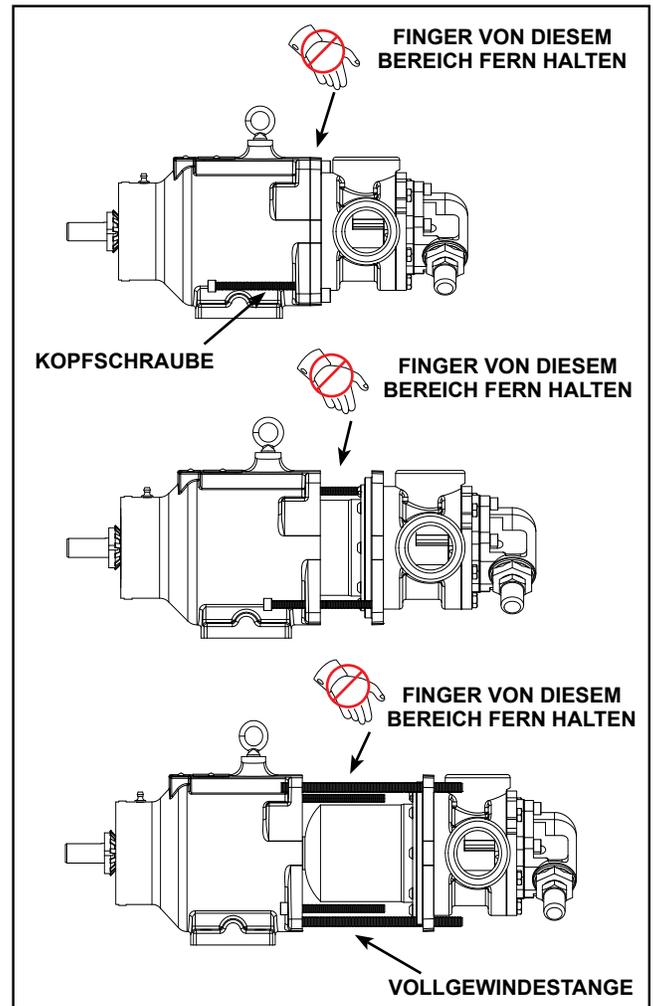

ABBILDUNG 7
- Deckel (40) und Gehäuse (31) vor der Demontage markieren, um den ordnungsgemäßen Zusammenbau zu gewährleisten.
- Die Kopfschrauben (43) aus Deckel entfernen, um Deckel und Spannrollenbolzen (39 und 40) sowie Spannrolle und Buchse (37 und 38) untersuchen zu können.
- Den Deckel von der Pumpe abnehmen. Wenn das Gehäuse nicht in Schritt 1 entleert wurde, die Flüssigkeit, die zwischen Deckel und Gehäuse austritt, sorgfältig auffangen. Darauf achten, dass das Spannrolle nicht vom Spannrollenbolzen herunter fällt. Hierzu die Oberseite des Pumpendeckels beim Ausbau nach hinten neigen. Darauf achten, dass der Scheibensatz des Deckels (63) nicht beschädigt wird, da alle Unterlegscheiben zur Gewährleistung des korrekten Axialspiels erforderlich sind.
- Die vier Innensechskantschrauben (28) entfernen, mit denen die Pumpe an der Halterung befestigt ist. Die Pumpe wenn möglich mit einem Deckenhebezug abstützen.
- Die innere Magneteinheit (57) mit den Abdrückschrauben (14) im Lagerträger von äusseren Magneteinheit (58) trennen (siehe Reihenfolge in **Abbildung 7**). Zur Gewährleistung der ordnungsgemäßen Ausrichtung von Pumpe und Lagerträger und zur Erhöhung der Sicherheit wird empfohlen, je eine Vollgewindestange (15-20 cm) in die diagonal gegenüberliegenden Kopfschraubenbohrungen des Lagerträgers zu schrauben und durch die entsprechenden Bohrungen in der Adapterplatte zu schieben.